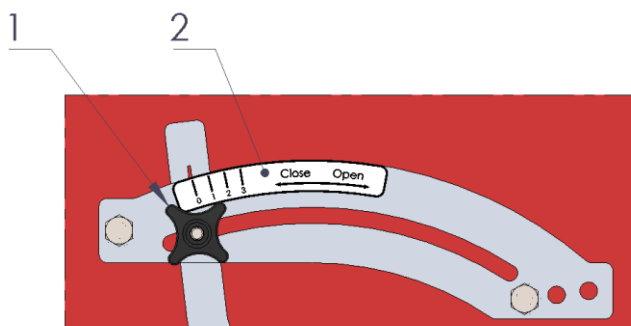

Figura 3a
3. La valvola del componente per la semina può essere regolata in base alle dimensioni del seme che verrà utilizzato. Nel caso di semi di erba fine, la valvola del componente per la semina deve essere completamente chiusa. L'ingranaggio afferra il seme. Con semi di dimensioni maggiori, lo spazio tra l'ingranaggio e la valvola non è abbastanza grande da lasciar passare i semi. Per questo motivo, la valvola deve essere aperta ulteriormente per i semi più grandi. Regolare l'apertura con la maniglia di regolazione della valvola. La leva può essere regolata allentando la manopola a stella **(1)**, selezionando la posizione desiderata in base all'adesivo di indicazione **(2)** e ruotando la manopola a stella. (vedi **Figura 3a**)